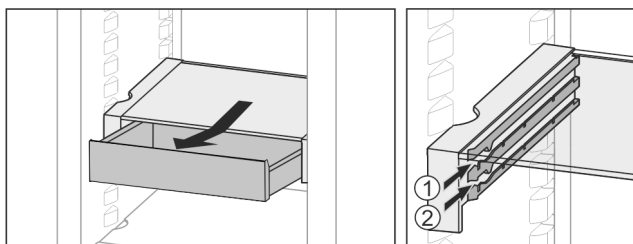

Fig. 38
- Skyv inn i ønsket høyde Fig. 38 (1) eller Fig. 38 (2).